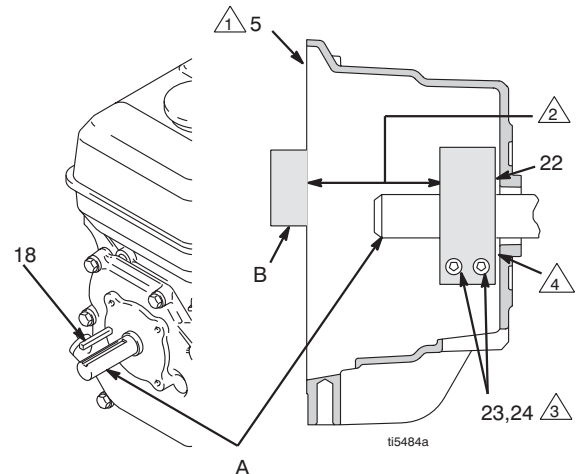

FIG. 10
4. FIG. 10. Lossa två skruvar (24) på klampen (22).
5. Tryck in en skruvmejsel i spåret i klampen (22) och ta bort klampen.
1. FIG. 10. Montera motoraxelkilen (18).
2. Knacka på klampen (22) på motoraxeln (A). Se till att måttet blir som i anm. 2. Fasningen måste vända mot motorn.
3. Kontrollera måttet: lägg en styv och rak stång (B) över kanten på kopplingshuset (19). Mät noggrant mellan stängen och klampen. Justera klampen efter behov. Dra åt de två skruvarna (24) till moment  $14 \pm 1,1$  N·m.
4. Montera armaturen (25) på motorns drivaxel.
5. Skruva i fyra skruvar (23) och låsbrickor (24) och dra åt till moment 14 N·m.